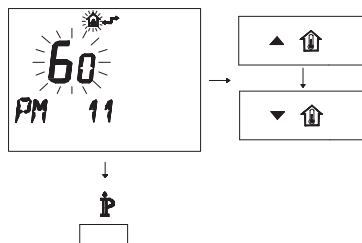

Figura 5.43
- Per modificare il SET programmato agire sui pulsanti ▲ (👆) o ▼ (👇) e aspettare che il numero programmato cominci a lampeggiare (Figura 5.43). Ogni passo incrementato o de-